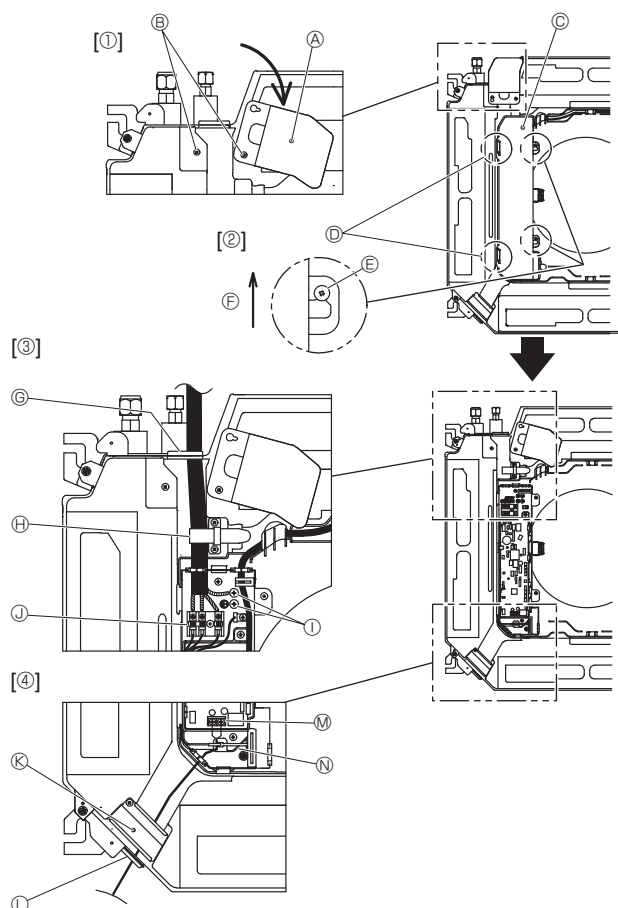
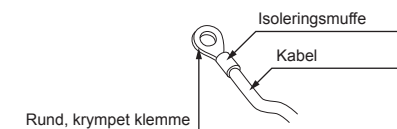
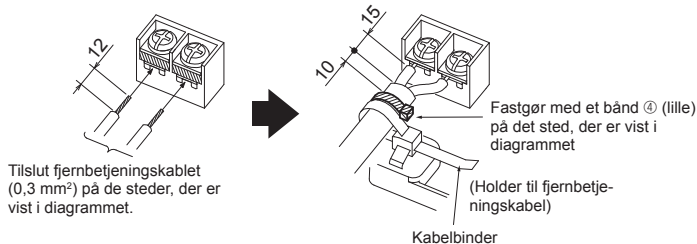

Fig. 6-1
Fig. 6-2
Fig. 6-3
6.1. Indendørs enhed (Fig. 6-1)
1. Løsn de to skruer, der holder servicepanelet til elektrisk ledningsføring fast, og vend derefter servicepanelet til elektrisk ledningsføring. [Fig. 6-1 ①]
2. Løsn de to skruer, der holder dækslet over el-boksen fast, og skub derefter dækslet af. [Fig. 6-1 ②]
3. Før strømkablet, indendørs-/udendørsenhedens tilslutningskabel og jordforbindelseskablet gennem de respektive åbninger til ledningsføring som vist i diagrammet. [Fig. 6-1 ③] Sæt den kappeklædte del af strømkablet og indendørs-/udendørsenhedens tilslutningskabel i el-dåsen. Brug runde, krympede klemmer til klembrættet til indendørs-/udendørsenheden og det valgfrie strømforsyningsklemmesæt. [Fig. 6-2] Følg fremgangsmåden i Fig. 6-3-6-6, hvis du ikke kan bruge runde, krympede klemmer. Se 6.1.1. og 6.1.2. for at få flere oplysninger om forbindelsen.
4. Før fjernbetjenings styrekabel gennem de respektive åbninger til ledningsføring som vist i diagrammet. [Fig. 6-1 ④, Fig. 6-3] Se 6.1.1. og 6.1.2. for at få flere oplysninger om forbindelsen.